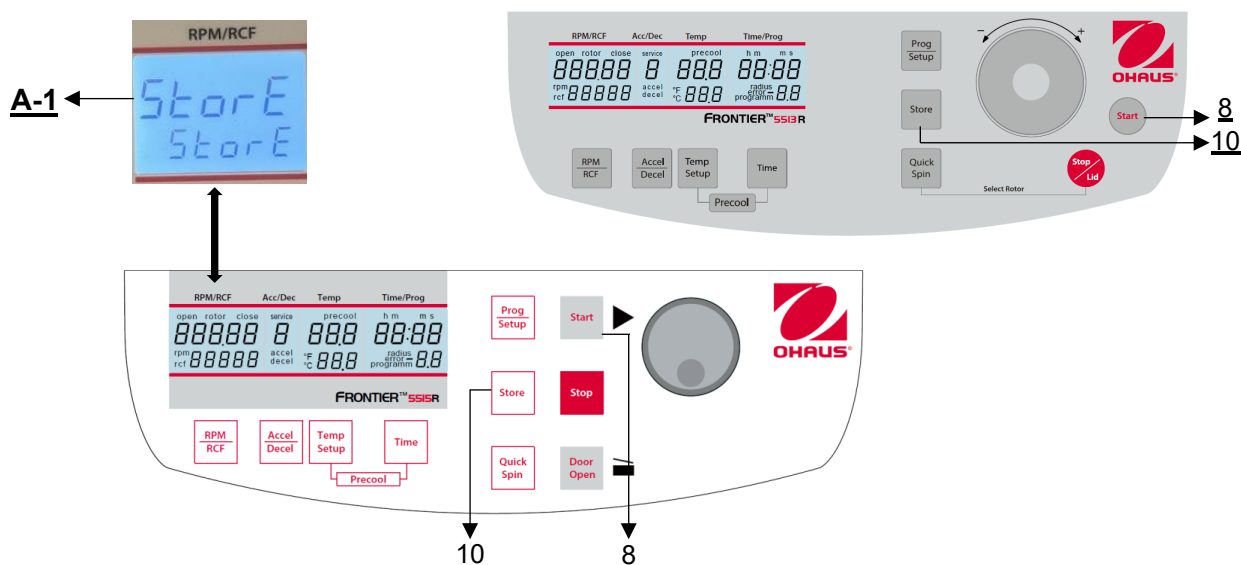

Abbildung 26
Alle geänderten Einstellungen müssen mit der Taste **"Start"** (8) oder **"Store"** (10) bestätigt werden. Im Display **"RPM | RCF"** (A-1) erscheint das Wort **"Store"** - erst dann sind die Vorwahlen gültig (siehe Abbildung 26). Nachdem Sie die Einstellungen gespeichert haben, können Sie durch kurzes Ausschalten der Zentrifuge wieder in den normalen Programmbetrieb wechseln.